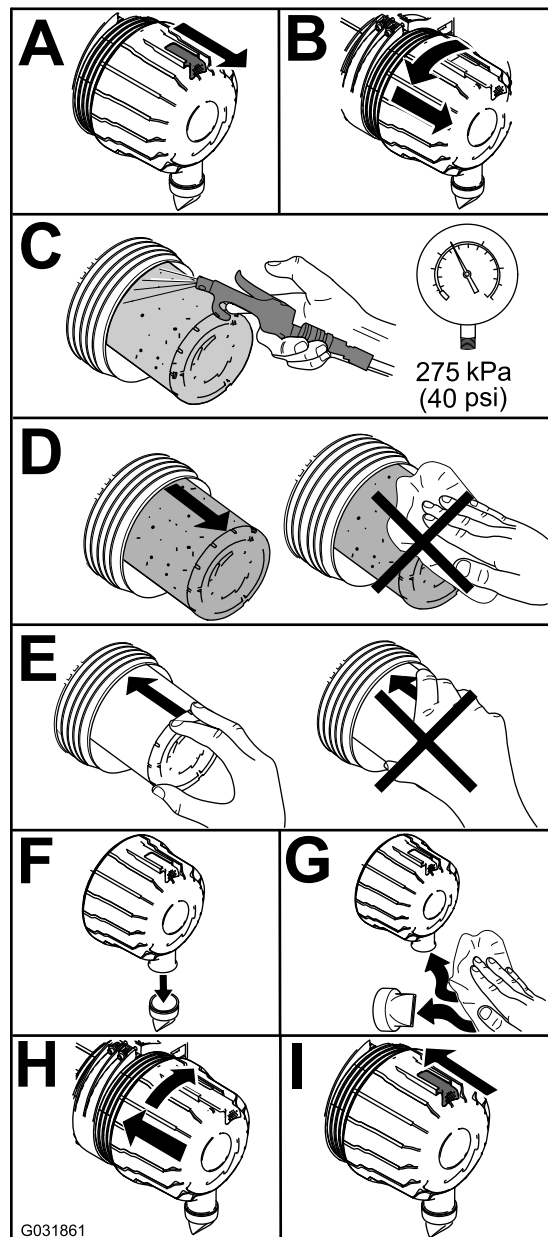

**Рисунок 73**
Фильтр воздухоочистителя следует обслуживать только при соответствующих показаниях индикатора необходимости технического обслуживания (Рисунок 73). Замена воздушного фильтра без необходимости ведет лишь к повышению вероятности попадания грязи в двигатель при извлечении фильтра.
2. Сбросьте показание индикатора (Рисунок 73) при наличии сигнала красного цвета.